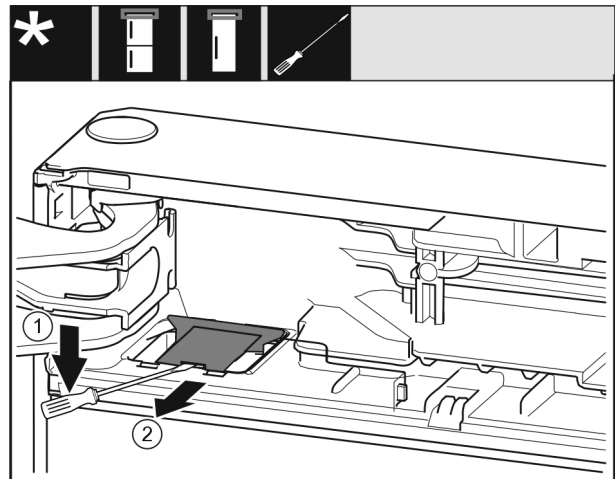

Fig. 10
► Με ένα ίσιο κατσαβίδι ξεκουμπώστε το κάλυμμα Fig. 10 (1).
► Αφαιρέστε το κάλυμμα Fig. 10 (2).